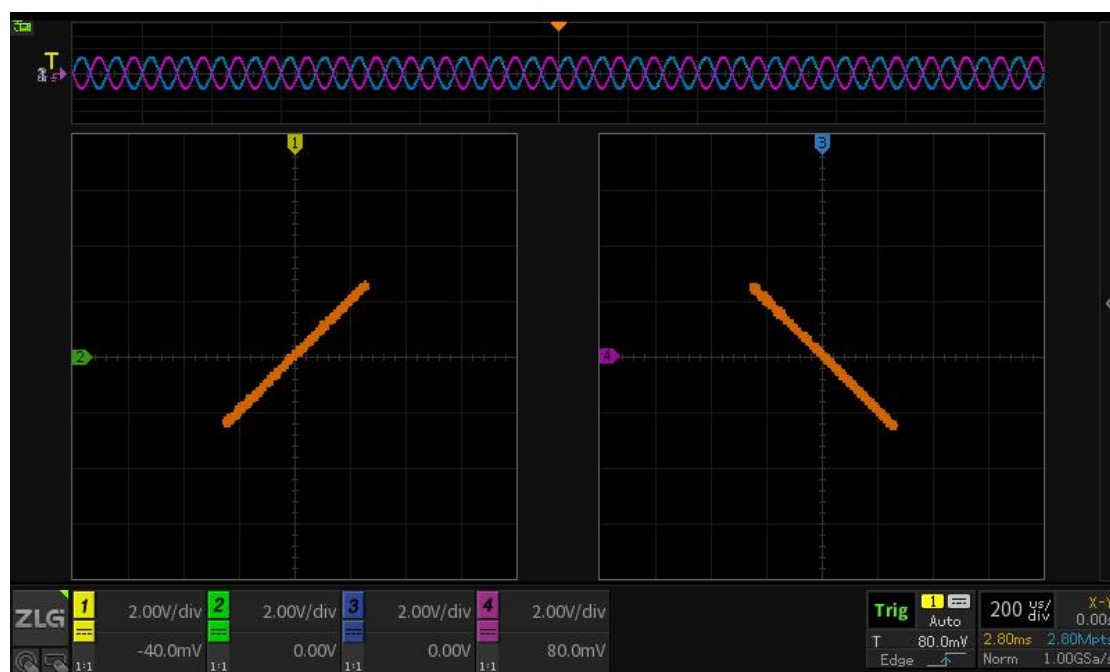

图 9-10 45°斜线
- 当 $\Phi = 0$ 时，即两个通道的信号相位相同，此时 $Y = X$ ($A=B$)，对应的显示波形即为一 45° 斜线，如图 9-10 左图所示。
- 当 $\Phi = \pi$ 时，即两个通道的信号相位相反，则 $Y = -X$ ($A=B$)，对应的显示波形即为一 45° 斜线，如图 9-10 右图所示；